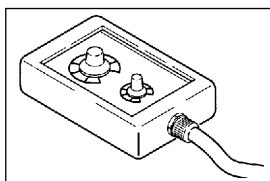

Fig. 8
2.2.4 Control remoto RC07 para soldadura MIG/MAG (Fig. 8)